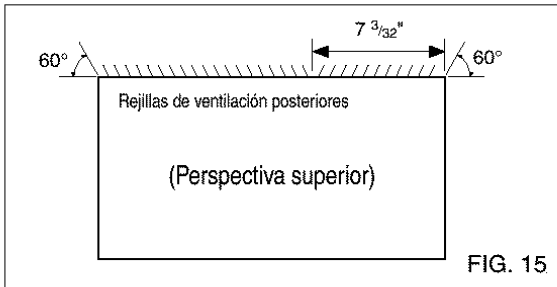

FIG. 15
- 1 Redireccione las rejillas de ventilación en la parte posterior del soporte de pared a un ángulo de 60° según muestra la FIG. 15. Recomendamos el uso de alicates.